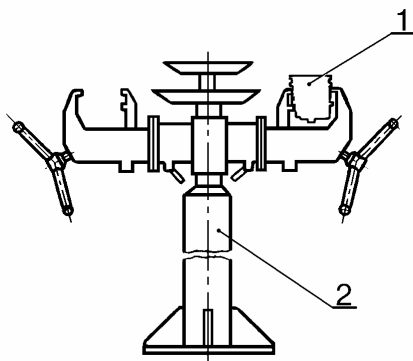

Рис.8. Установка коробки передач на стенд:
- установить КП 1, рис.8, на стенд 2, вывернуть пробку и слить масло (стенд БС-09-000, ключ А.50113, емкость типа "Аурас" для слива масла);